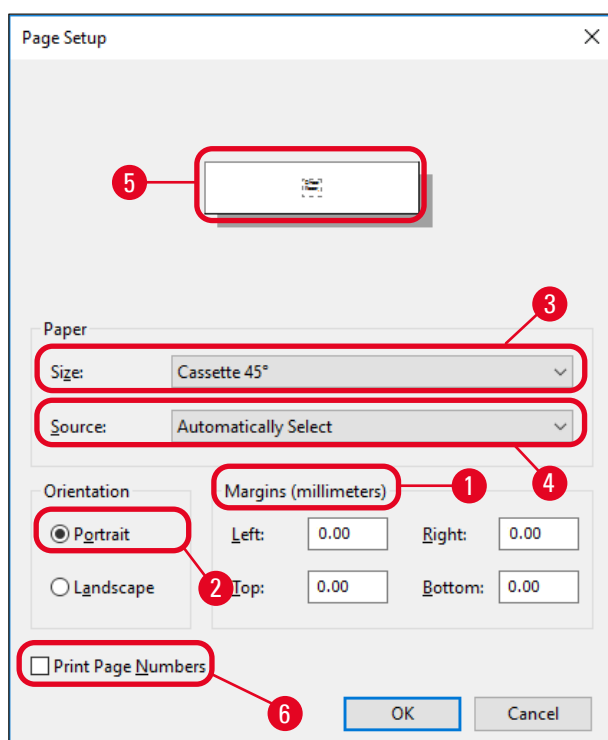

Fig. 46
3. Först måste du välja utskriftsformat: Klicka på **File** (Arkiv) > **Page Setup** (Utskriftsformat) för att öppna dialogrutan **Page Setup** (Utskriftsformat) (→ "Fig. 46").